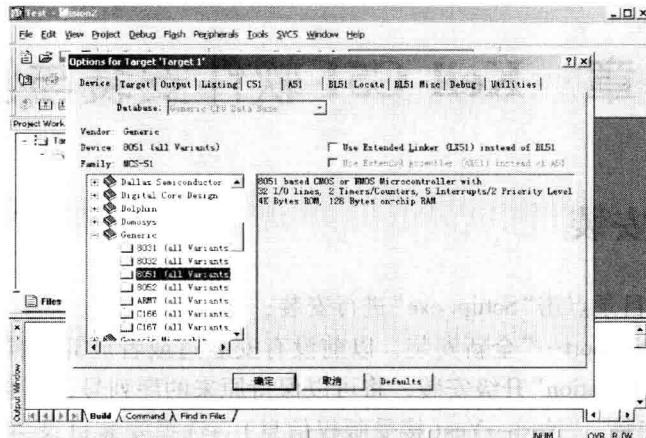

图 2-3 项目环境参数设置界面
- ① 新建工程或打开工程文件：在主菜单上选“Project”项，在下拉列表中选择“New Project”新建工程，浏览保存工程文件是扩展名为“.uv2”的文件。或在下拉列表中选择“Open Project”打开已有的工程文件。
- ② 环境设置：新建工程文件后，在工具栏中选择如图 2-2 所示选项设置调试参数及运行环境，或从主菜单“Project”项中选择“Options for Target ‘Target 1’”，打开如图 2-3 设置窗口。